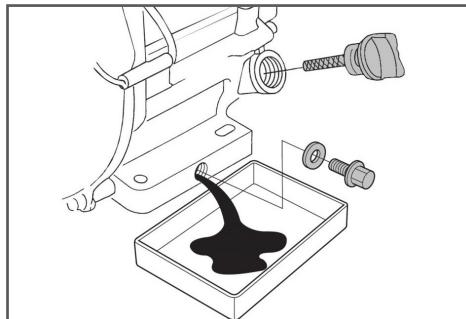

Рис. 24 Замена масла в двигателе
- Открутите пробку для слива масла и слейте отработанное масло в подготовленную для этого емкость (Рис. 24).